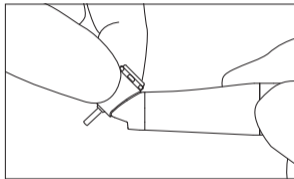

Fig. 5
- 5) Al termine della rotazione, quando il manipolo è fermo, toccare la testina del manipolo per verificare che NON si sia surriscaldata (Fig. 5).